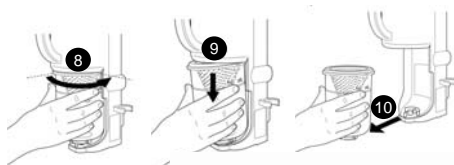

Fig. 11
- Tenez la coupelle dans la main et faites tourner le filtre de type HEPA et l'écran à débris à 90°. (Fig. 11)
- Retirez le filtre de type HEPA et l'écran à débris. (Fig. 11)
- Hold the dust cup in your hand, twist filter assembly 90° counter clockwise. (Fig. 11)
- Remove the HEPA-Type dust cup filter and debris screen. (Fig. 11)